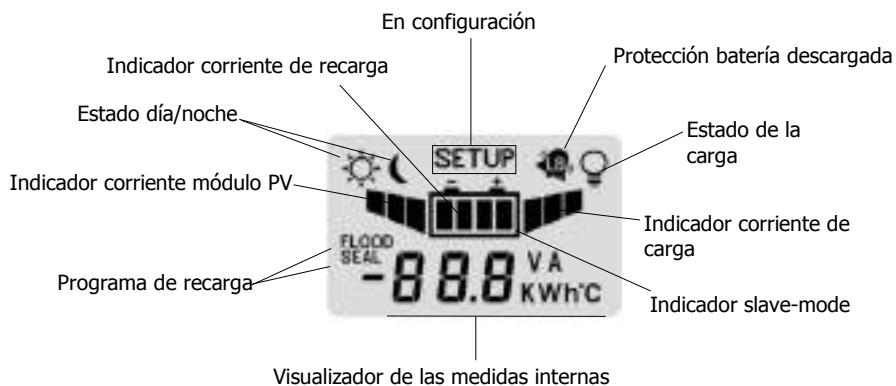

Fig. 4 Display
- 2) Quite la puerta anterior para acceder a las conexiones eléctricas (véase *fig. 4*).